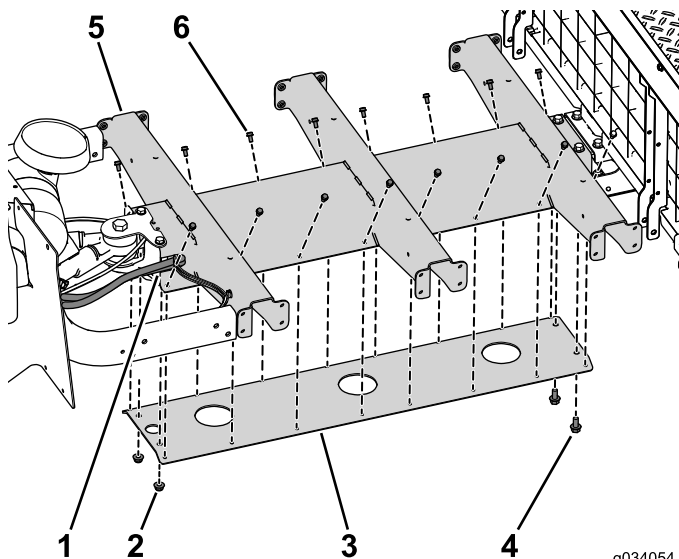

図 30
1. センターチャネルに、プラットフォームサポートを仮止めするボルト5/16 x 3/4 インチ4本を使う 図 30。